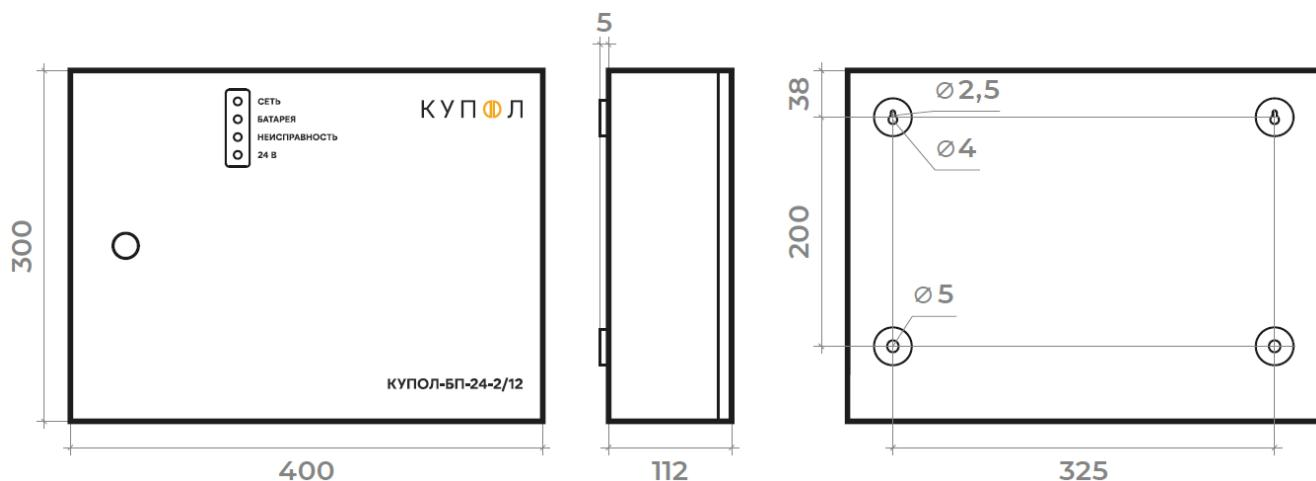
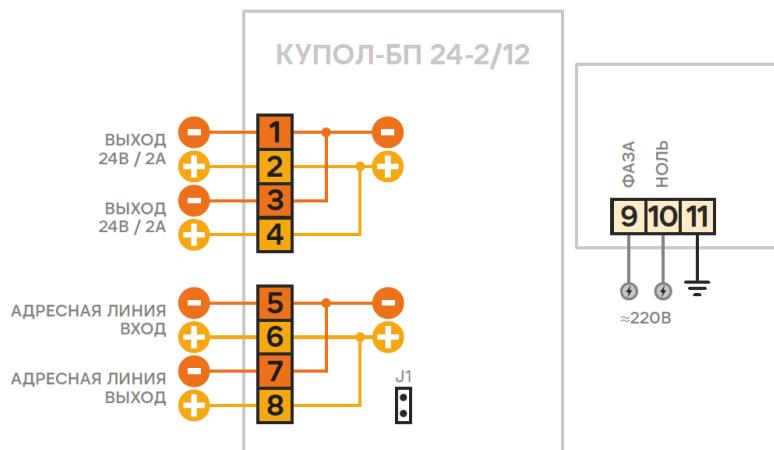

Рис. 1. Габаритные и установочные размеры БП.
Рис.2. Схема подключения БП.
2.1.1. При проектировании размещения устройств пожарной автоматики необходимо руководствоваться Сводом правил СП 484.1311500.2020. Габаритные и установочные размеры БП показаны на рис.1, принципиальные схемы подключения – на рис.2.
2.2.2. По окончанию адресации и возвращению АПКП в дежурный режим рекомендуется проверить правильность программирования БП. Для этого активировать БП кратковременным удалением джампера 1 «Тест» (рис.2). Активация БП сопровождается однократным миганием желтого индикатора, а в журнале событий появляется информация об адресе БП.